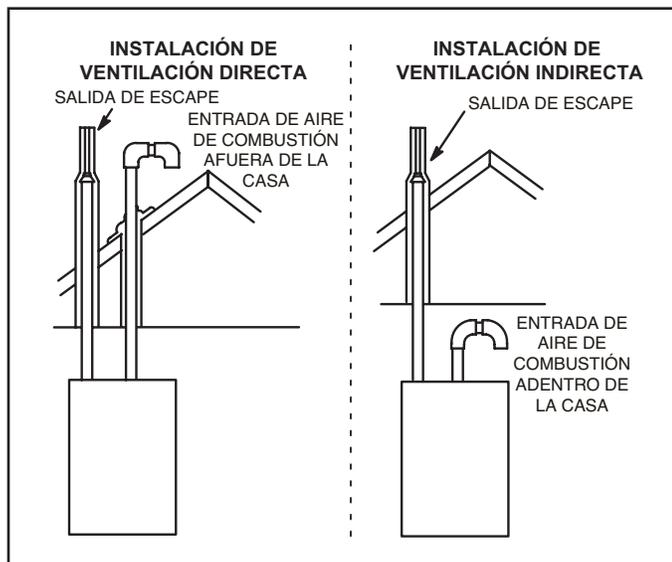
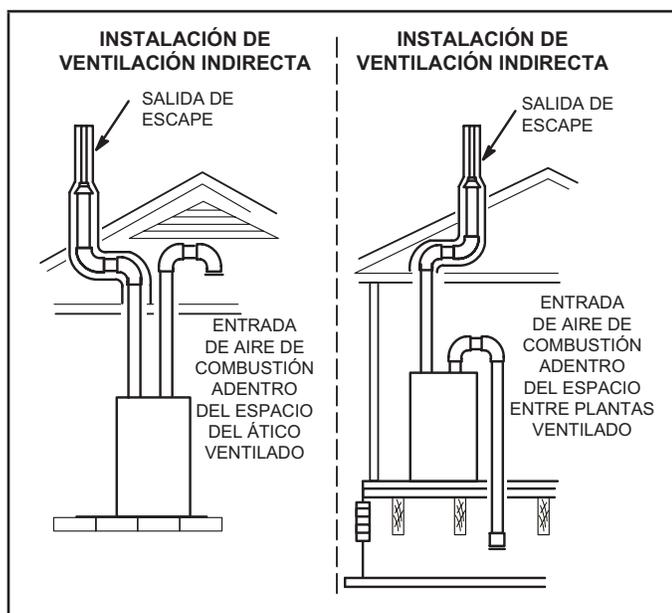

FIGURA 1
FIGURA 2
**NOTA:** En las instalaciones de ventilación directa, el aire de combustión se toma de afuera y los gases de combustión se descargan afuera. En las instalaciones de ventilación indirecta, el aire de combustión se toma de adentro o del ático o espacio entre plantas ventilado y los gases de combustión se descargan afuera. Ver la "FIGURA 1" y la "FIGURA 2" para aplicaciones que involucren terminación de techo.